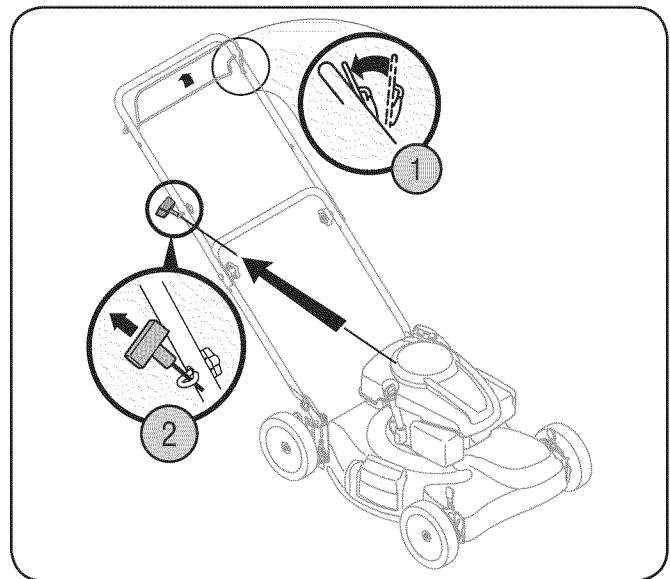

Figura 5-2
2. Tire del arrancador ligeramente hasta que sienta resistencia, luego tire rápidamente para reducir la compresión, impiden el contragolpe, y arranque el motor. Repita si es necesario. Véase la figura. 5-2.